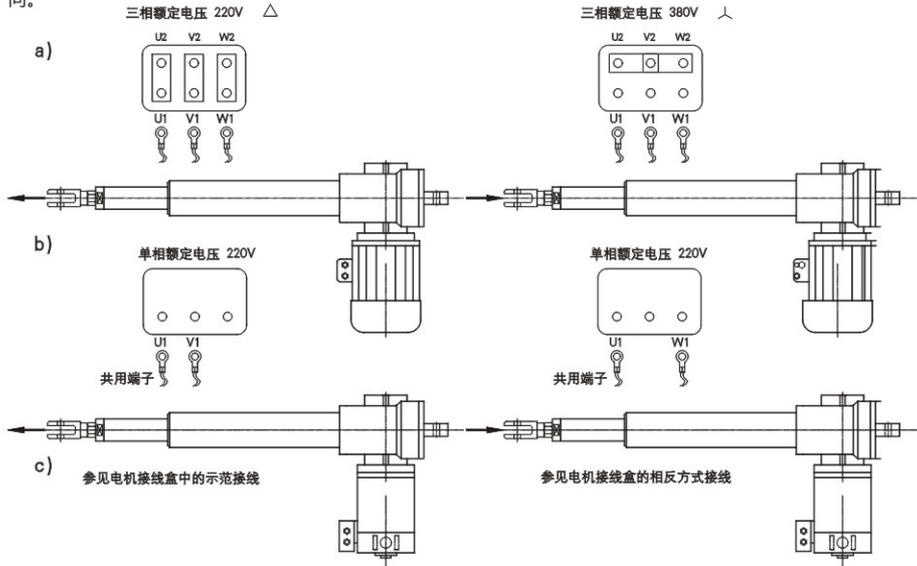
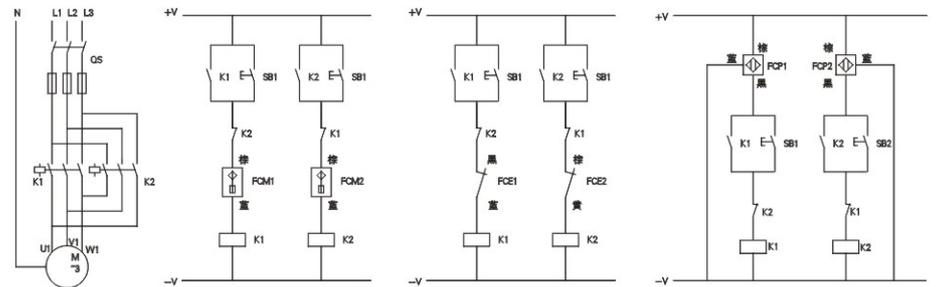

图1.3 电机接线柱的接线方式
图1.7
1.2.1 如果您购买的产品具有限位装置，请将其和电机一起连接到控制柜中（参见图1.7）。按照电机厂商说明连接电机的接线柱板（见图1.3），对于带有直流电机或者是交流单项电机的推杆，能够直接由图示判定运行方向。
电动推杆有三种限位开关，控制线路参见图1.7。
- 对于带有交流三相电机的推杆：调换接线柱的接线顺序(U1↔V1, U1↔W1 or V1↔W1)，见图1.3 a